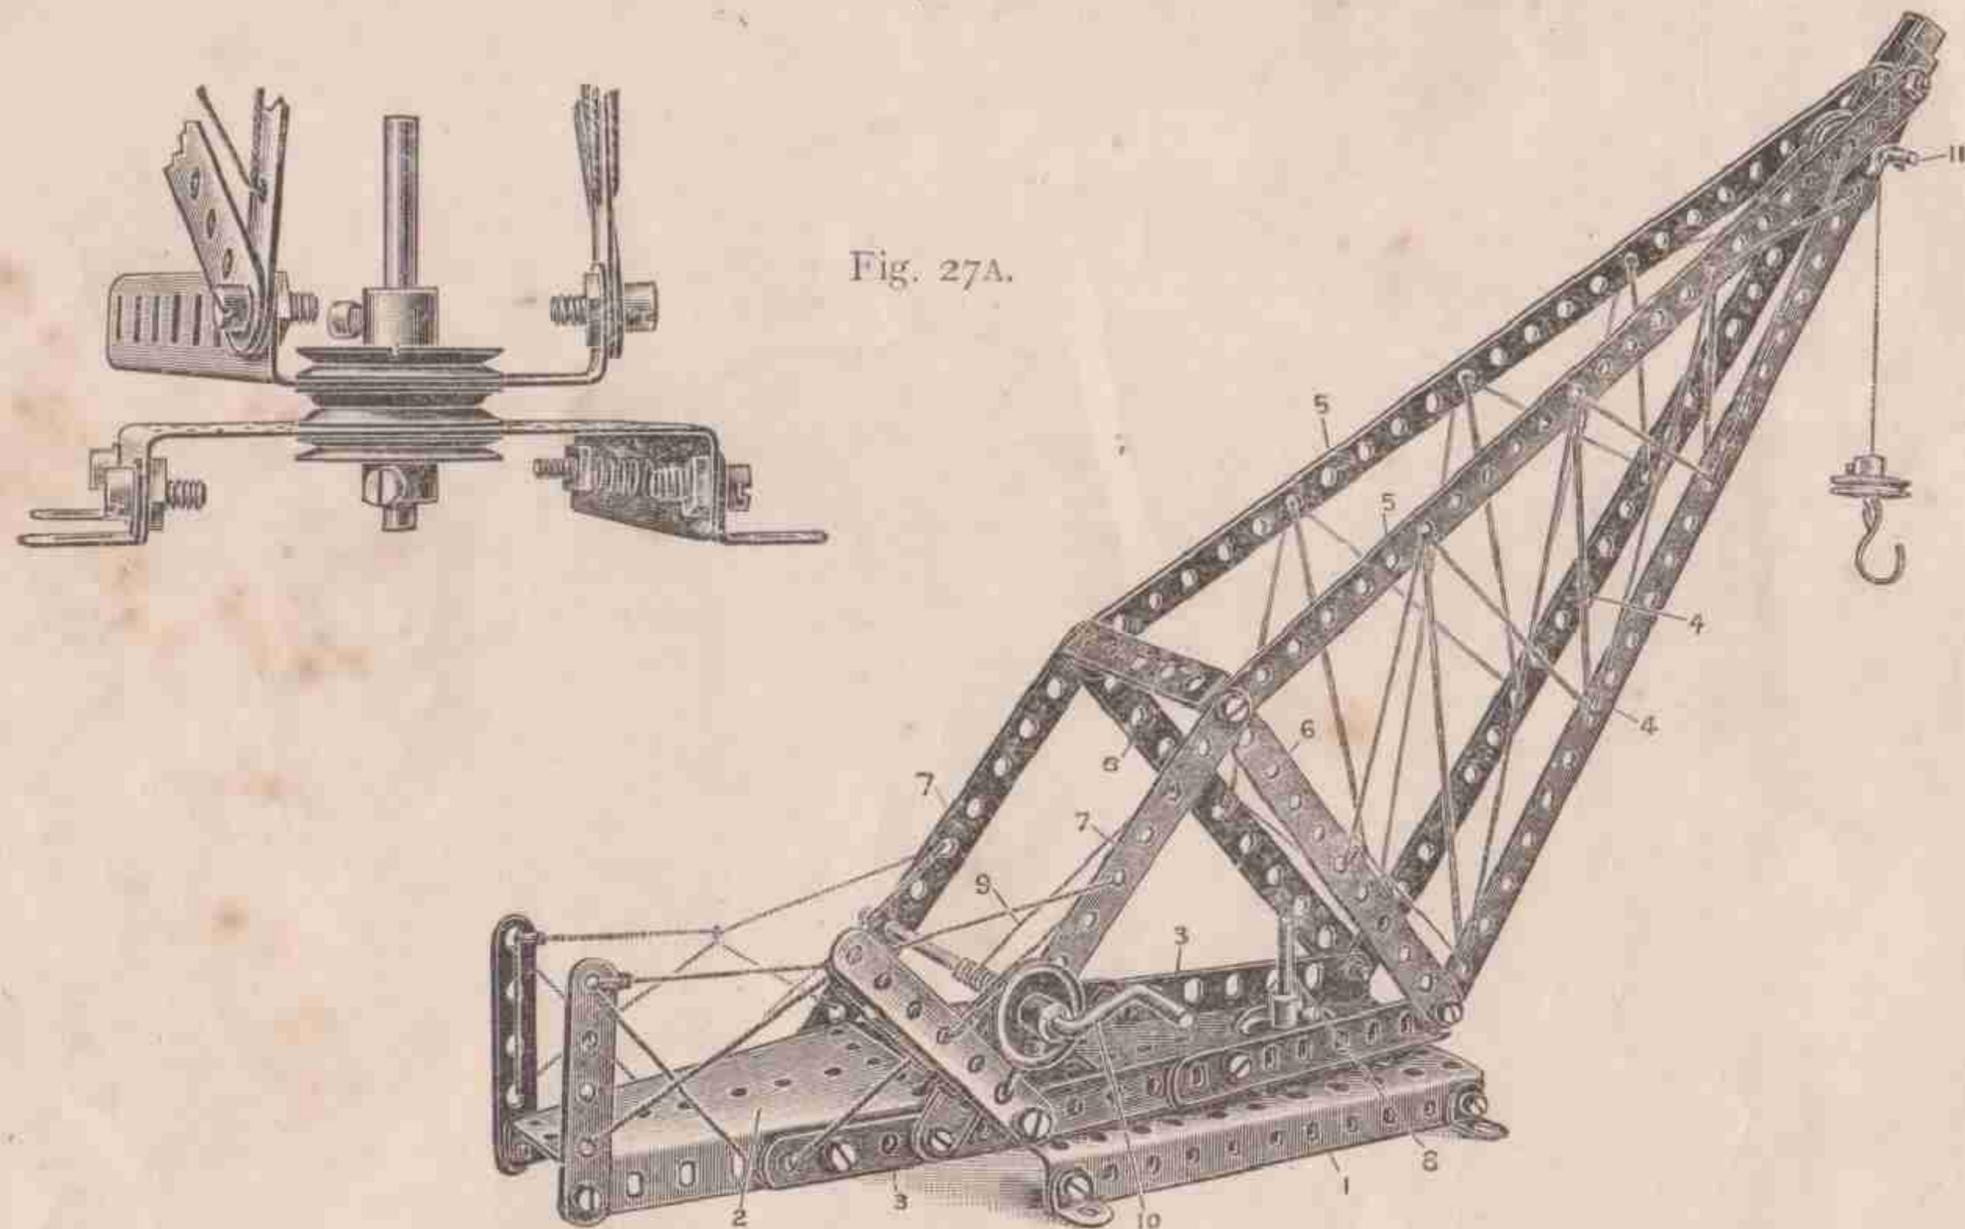

Fig. 27A.
Le socle fixe de cette grue est formé par une plaque rectangulaire perforée 1 et le bâti tournant est formé par deux plaques secteurs 2 et 3. La flèche est formée par deux bandes 4 de 32 cm. boulonnées aux extrémités de la plaque secteur 3. Deux autres bandes 5 de 32 cm. sont boulonnées d'une part au sommet des bandes 4, et d'autre part sur des bandes transversales 6, dont les extrémités extérieures sont maintenues par des bandes (7) boulonnées à l'autre plaque secteur. Le bâti supérieur de la grue tourne autour d'une tringle 8 et est monté comme il est représenté à la Fig. 27A. Le câble 9 du treuil se manœuvre au moyen de la manivelle 10 et passe sur une poulie montée à l'extrémité antérieure de la flèche sur la petite tringle 11.